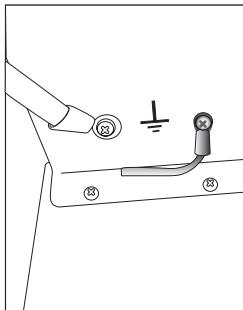

Fig. 3.p
- après avoir inséré les câbles électriques à l'intérieur de l'appareil, utiliser les arrêtoirs de câbles illustrés en fig. 3.n pour les bloquer dans la position correcte;
- connecter les câbles électriques d'alimentation à la barrette de raccordement située dans la partie inférieure gauche du module de commande comme illustré en fig. 3.o;